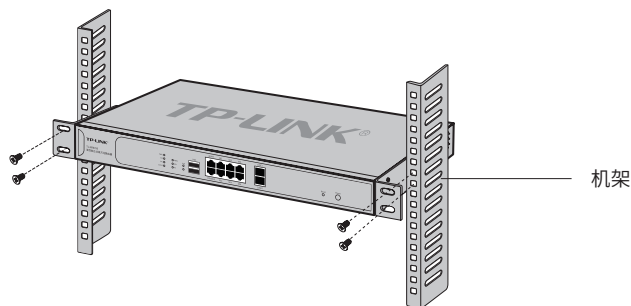

图2-2 机架安装示意图
4. 用螺钉将L型支架固定在机架两端固定的导槽上, 确保路由器稳定、水平地安装在机架上, 如图2-2所示。